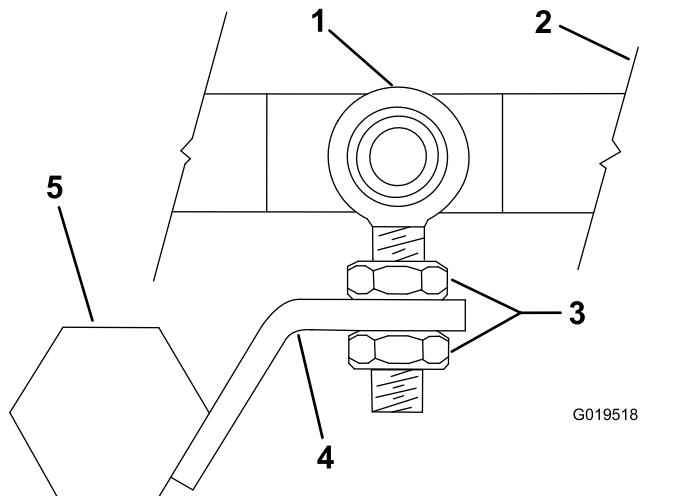

Figure 33
8. Desserrez les contre-écrous sur la lame (Figure 33).